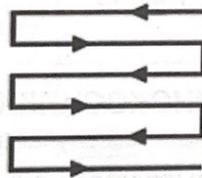

Рис. 15
•Косите рядами, слегка перекрывающимися друг друга. Наиболее эффективным способом стрижки газонов являются прямые линии вдоль одной из сторон. Это позволит сохранить ряды ровными и гарантирует, что весь газон будет подстрижен без пропусков (рис. 15).